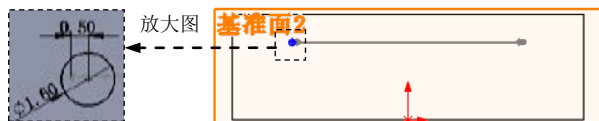

图 13.2.25 草图 2
Step6. 创建图 13.2.25 所示的草图 2。选取基准面 2 所示的表面作为草图平面，绘制图 13.2.25 所示的草图 3。